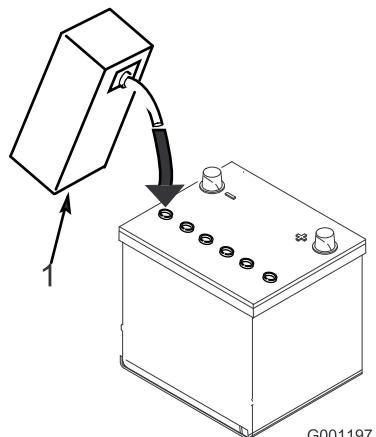

Figura 4
3. Llene cuidadosamente cada celda con electrolito hasta que las placas estén cubiertas de aproximadamente 6 mm de fluido (Figura 4).
4. Espere aproximadamente 20–30 minutos para que el electrolito penetre en las placas. Rellene si es necesario para que el electrolito llegue a una distancia de aproximadamente 6 mm del fondo del hueco de llenado (Figura 4).